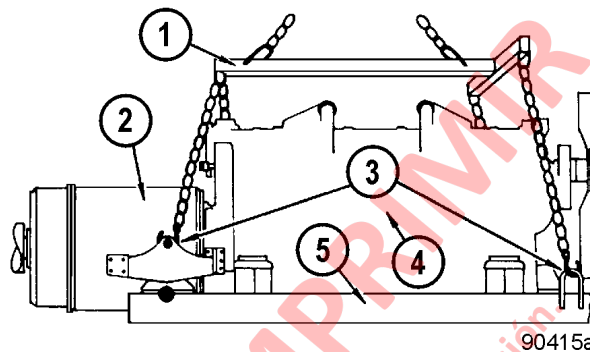

FIGURA 2-10. PUNTOS DE ELEVACIÓN DEL MÓDULO DE POTENCIA
**Levante el módulo de potencia solo desde los puntos de elevación en el subchasis y en la estructura base del motor/alternador. Vea la Figura 2-10.**
- Asegure una herramienta de elevación (1, Figura 2-10) al tecle y fíjelo a las bases del motor/alternador y a los puntos de elevación del subchasis delantero, como se muestra en la Figura 2-10. Retire la cadena de seguridad.
4. Asegure la herramienta de elevación (1, Figura 2-10) a las bases del motor/alternador y a los puntos de elevación del subchasis delantero (vea la Figura 2-10).